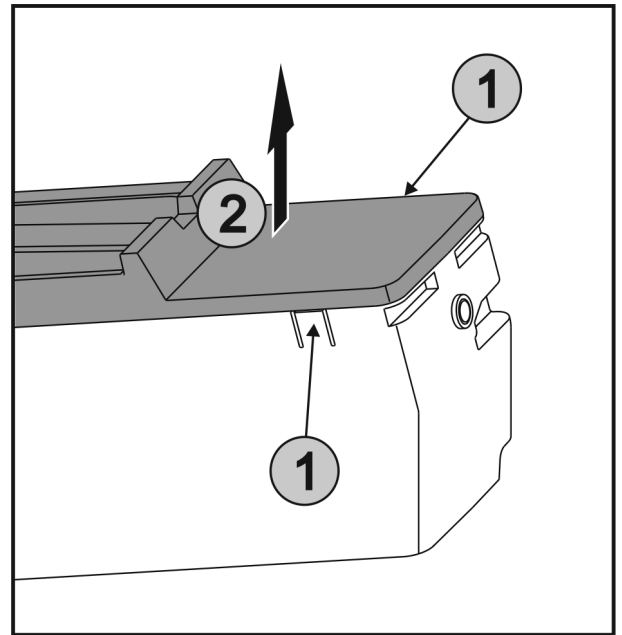

Fig. 28
- ▶ Lippen Fig. 28 (1) aan beide zijden van EasyTwist-Ice gelijktijdig indrukken en de afdekking Fig. 28 (2) omhoog verwijderen.